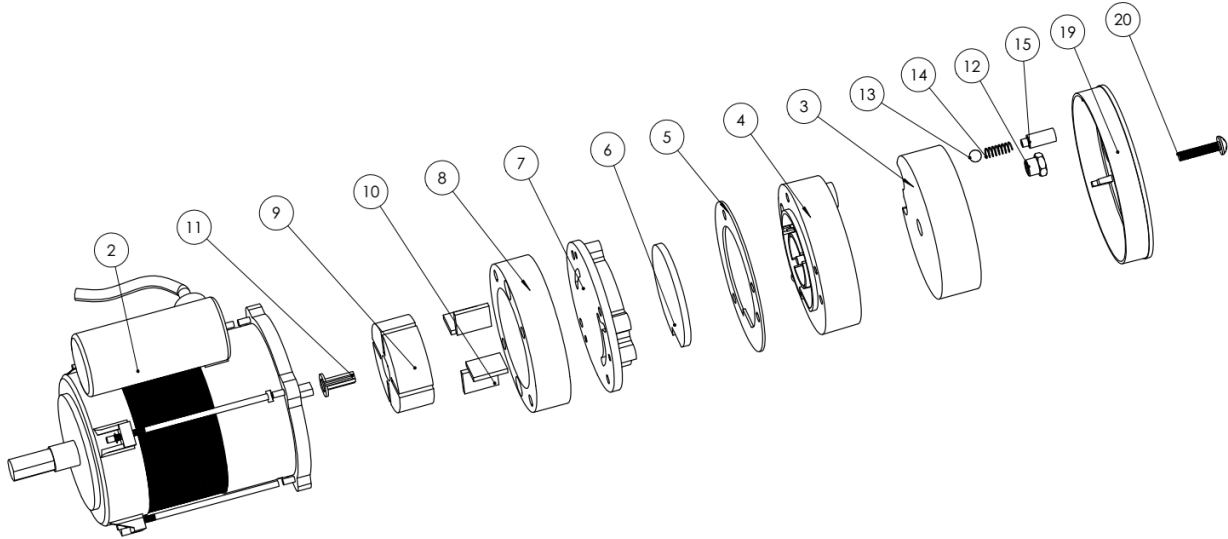

Fig.2
Limpie los filtros de aire. Saquen la tapa del filtro (19), laven la toma de aire del filtro(3) utilizando un detergente liviano y secar todo antes de reinstalar. Sustituya el filtro de entrega de aire (6) una ves por año (Fig.2)